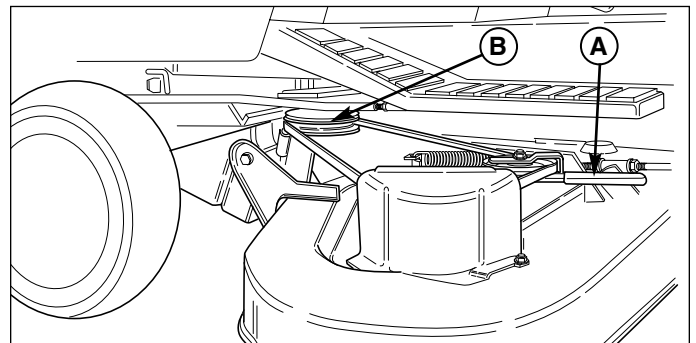

Figure 5. Dépose et pose de la courroie
3. Déplacer le bras de tension (A, Figure 5) pour détendre la courroie. Déposer la courroie de la poulie de PDF (B).
5. Déplacer le bras de tension (A, Figure 5) pour détendre la courroie. Engager la courroie sur la poulie de PDF (B).